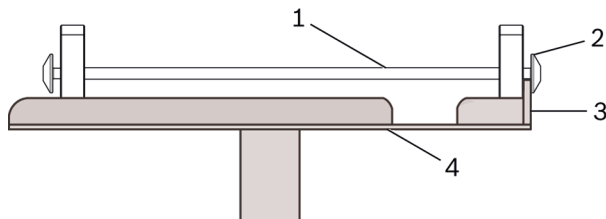

Figura 2: Soporte en la placa universal
3. Coloque el soporte en la placa universal del motor y el gato de la caja de cambios. Asegúrese de que los agarres del casquillo de seguridad encajen detrás del borde frontal de la placa universal como se muestra (consulte la figura 2).
- Coloque y asegure el soporte exactamente como se muestra en el punto 3 y figura 2.